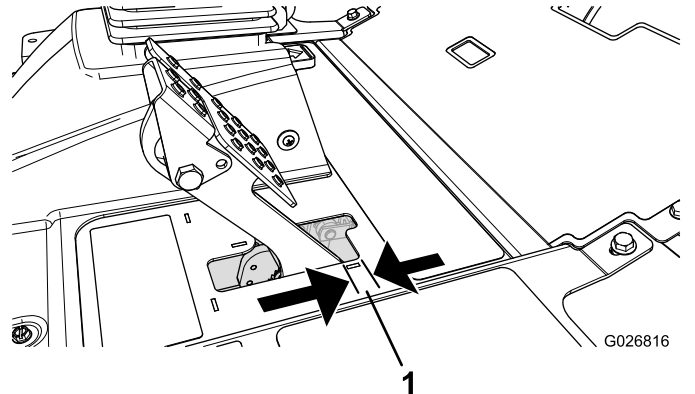

Bild 53
Stellen Sie die Bremsen ein, wenn das Bremspedal mehr als 2,5 cm Spiel hat, oder wenn die Bremsen nicht mehr gut genug greifen (Bild 53). Als Spiel gilt die Entfernung, die das Bremspedal zurücklegt, bevor ein Bremswiderstand spürbar ist.
2. Ziehen Sie die hintere Mutter an, um den Zug nach hinten zu bewegen, bis die Bremspedale ein Spiel zwischen 6,3 mm bis 12,7 mm aufweisen, bevor die Radsperre auftritt (Bild 53).